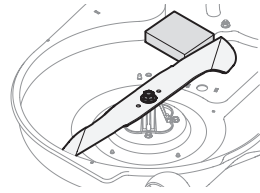

Figure 30
2. Placez un morceau de bois entre le boîtier du plateau de coupe et la lame de coupe pour empêcher tout mouvement (Figure 30).
3. Retirez l'écrou qui fixe la lame à la fusée (Figure 30).
3. Placez un morceau de bois entre le boîtier du plateau de coupe et la lame de coupe pour empêcher tout mouvement (Figure 30).